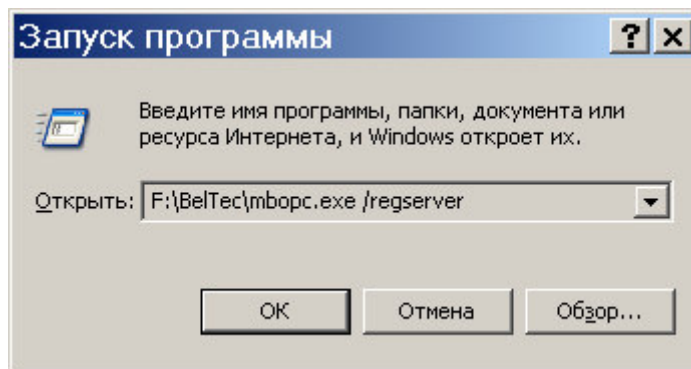

Рис. 10
- Произвести регистрацию сервера, вписав название папки в строке «Открыть» окна «Запуск программы». В примере на **Рис. 10** используется рабочая папка “F:\BelTec”